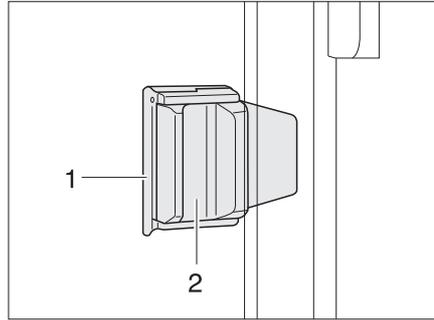

Bild 47 Schiebefenster mit Schiebeverriegelung
- Verriegelung (Bild 47,1) herausziehen.
- Griff (Bild 47,2) drücken und gleichzeitig nach vorne oder hinten schieben.
- Verriegelungsknopf (Bild 47,1) in vertikale Position drehen.